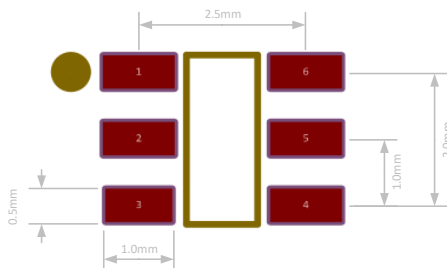

图 2 封装 SOT_DP V
按照图 2 给出的封装设计要求，设计 DPV 器件的封装，并将封装命名为 SOT_DP V，设计完成后保存，并将其与试题一中定义的器件 DPV 相关联。
- 焊盘形状均为矩形，按照图 2 给出的顺序排列。